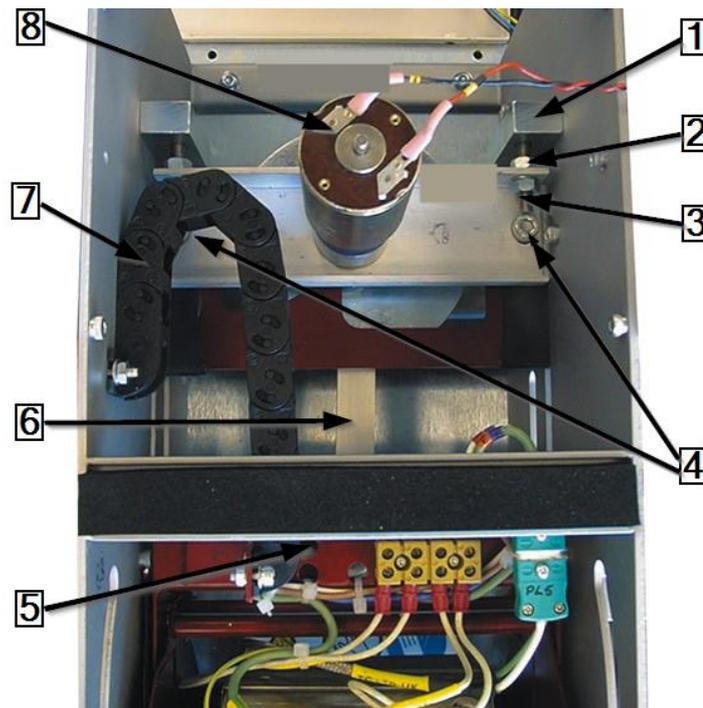

Fig. 84 : Módulo motriz (vista frontal)
- ➔ Para la siguiente descripción, véase la Fig. 84 : Módulo motriz (vista frontal) en la página 114. Afloje las tuercas de seguridad M6×40 (2) de los tornillos de ajuste de los bloques de montaje del motor (3) y retire los tornillos de ajuste.
- ➔ Afloje los 2 tornillos de fijación (4) que sujetan la base del módulo del motor.
- ➔ Retire el pivote trasero del disco de la manivela del motor (1) (véase más abajo).